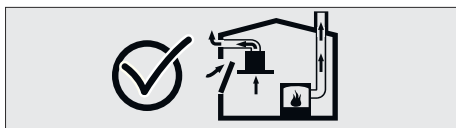

Fig. 3
- Pertanto, deve essere sempre garantito un adeguato apporto di aria fresca all'ambiente. Fig. 3